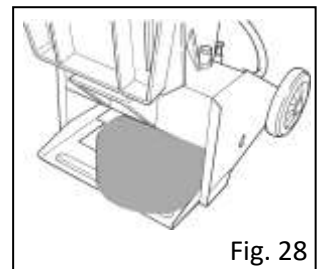

Fig. 28
- **Note:** Positionner un récipient approprié (Lt. 10 ca.) sous la machine lorsque Vous faites la vidange. (Fig. 28)